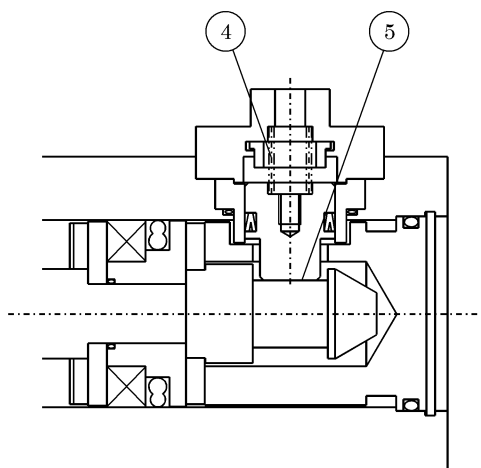

図2
- (b) さらにシリンダのピストンがストロークエンドに近づき、スリーブの溝⑤がストップピストンの位置まで来るとストップピストンはスプリング④によって押し戻されストップピストンが溝に入り込みロックされます。(図2)